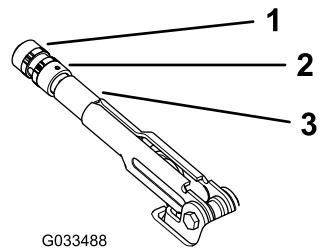

Figura 60
2. Afloje el tornillo de fijación que sujetta el pomo a la palanca del freno de estacionamiento (Figura 60).
3. Gire el pomo (Figura 60) hasta que se requiera una fuerza de 20–22 kg para accionar la palanca.
4. Apriete el tornillo de fijación cuando termine (Figura 60).